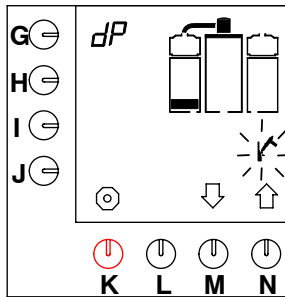

Fig. 17 Primeiro nível do programa de eliminação de cal do sistema de preparação de café
- O primeiro bloqueio de nível irá aparecer no visor e o símbolo de martelo irá piscar. Consulte a fig. 17 .